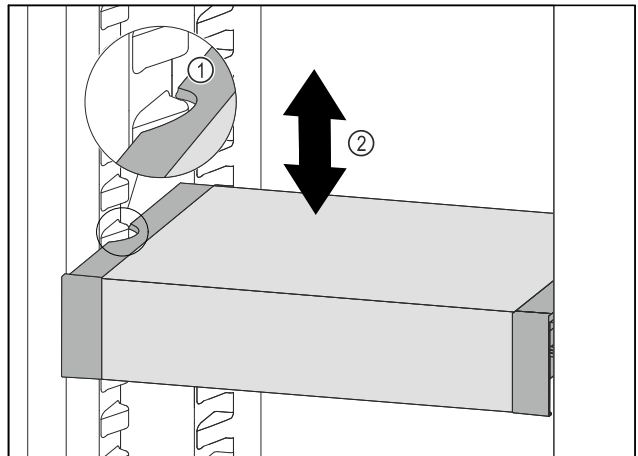

Fig. 104
- Tirer le VarioSafe vers l'avant jusqu'à ce que les encoches latérales du VarioSafe soient à la hauteur de la nervure du bac dans la partie réfrigérateur. Fig. 104 (1)
- Déplacer le VarioSafe vers le haut ou vers le bas dans la partie réfrigérateur jusqu'à ce que la hauteur souhaitée soit atteinte. Fig. 104 (2)